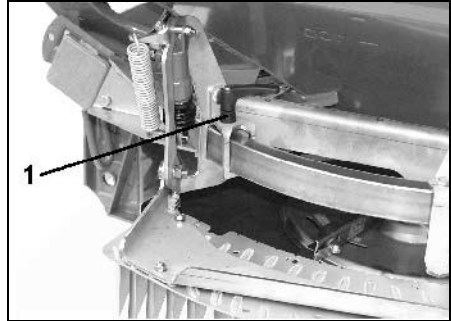

Fig. 40
- Hierfür den Klemmhebel (Fig. 40/1) lösen.